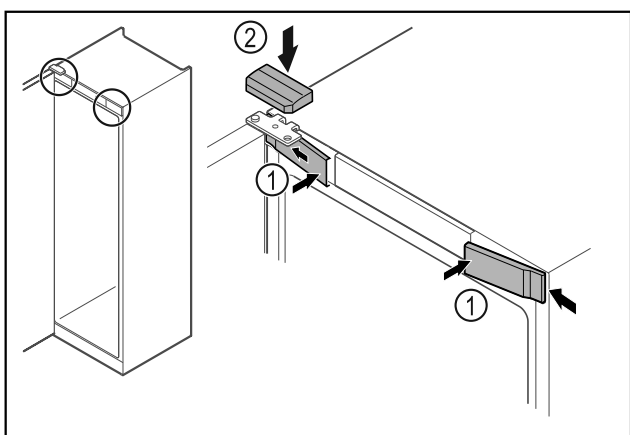

Fig. 27
- ▶ Закачете предните капаци Fig. 27 (1) отстрани и фиксирайте.
- ▶ Фиксирайте горния капак Fig. 27 (2) отгоре.